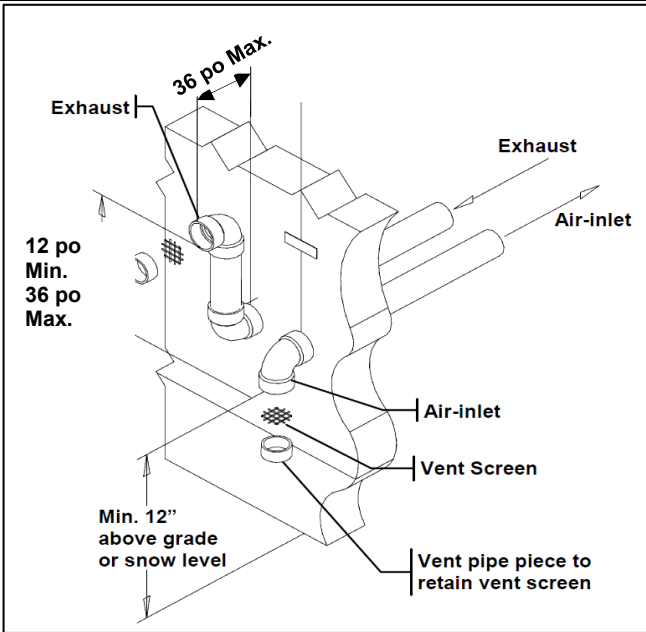
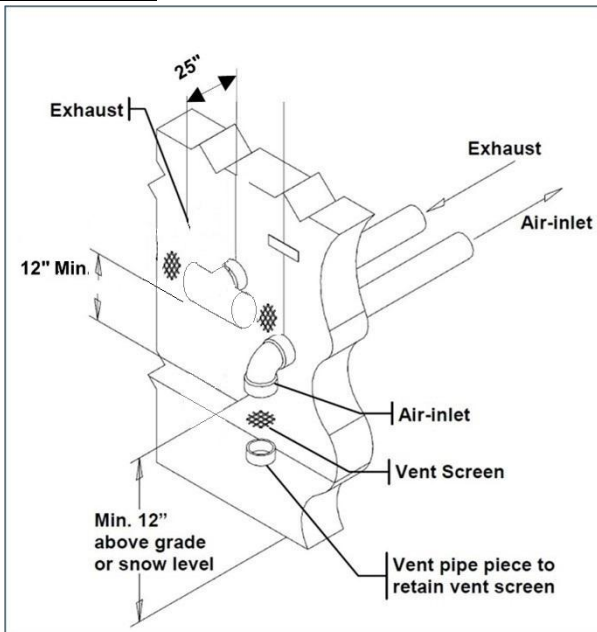

Figure 10.14
Figure 10.15
3. Lorsqu'on utilise deux extrémités de tuyau, la tuyauterie d'admission d'air doit se terminer par un coude tourné vers le bas de 90 degrés, comme le montrent les figures 10.14, 10.15 ou 10.16. Ce positionnement évite la recirculation des produits de combustion dans le flux d'air de combustion.
4. La tuyauterie d'échappement doit se terminer horizontalement dans une section de conduite droite ou un coude pointé vers l'extérieur ou éloigné de l'entrée d'air, comme le montrent les figures 10.14 ou 10.16. Un té d'extrémité est également acceptable, comme le montre la figure 10.15.
Ne pas prolonger le tuyau d'évent à l'extérieur du mur au-delà des dimensions indiquées aux figures 10.14, 10.15, 10.16, 10.18, 10.19 et 10.20.